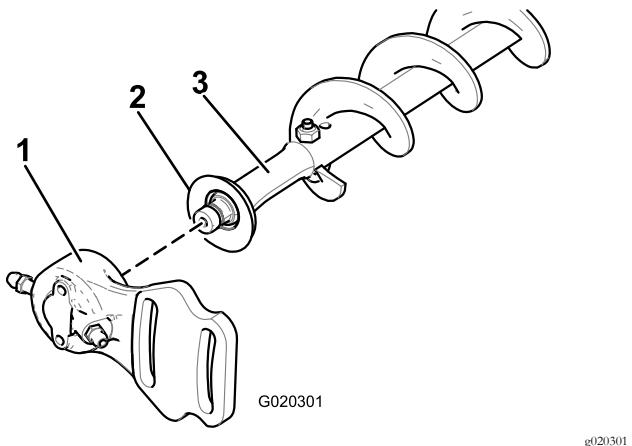

Figura 17
2. Deslize a caixa de rolamentos do lado oposto à transmissão e vedante de eliminação de sedimentos do eixo da escova (Figura 17).